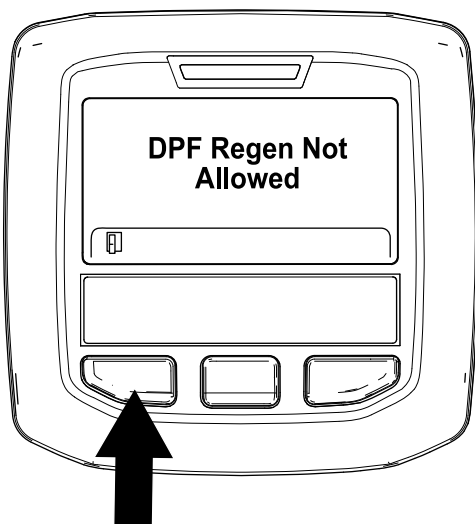

Bild 39
- Wenn der Motorcomputer die Regenerierung nicht zulässt, wird die Meldung „DPF Regen. Not Allowed“ im InfoCenter angezeigt (Bild 39). Drücken Sie die linke Taste, um den Homebildschirm anzuzeigen.